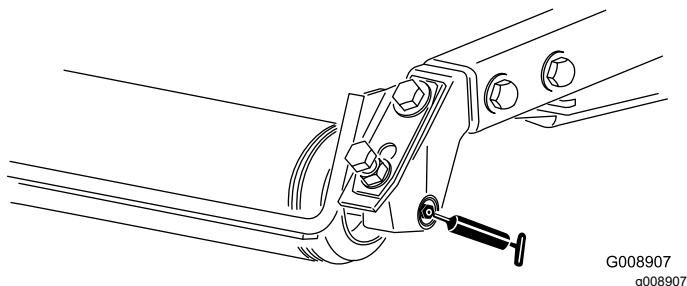

Figura 37
- Cojinetes de los rodillos traseros (2 por unidad de corte) – Figura 37